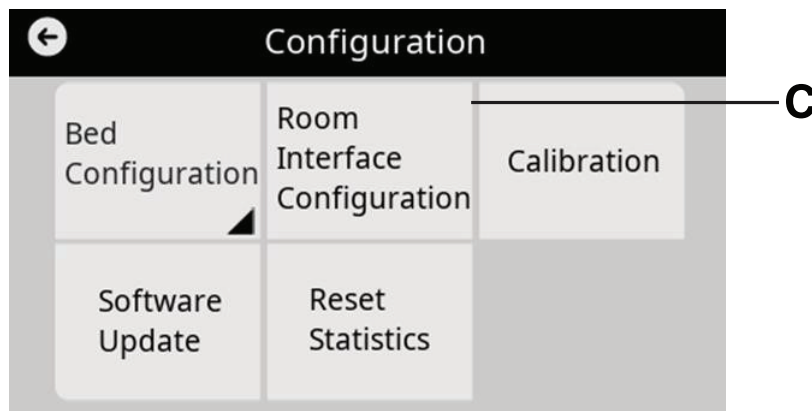

Figura 6 – Menú de configuración de ProCuity
4. En el menú de configuración, seleccione **Configuración de la interfaz de la habitación** (C) (Figura 6).